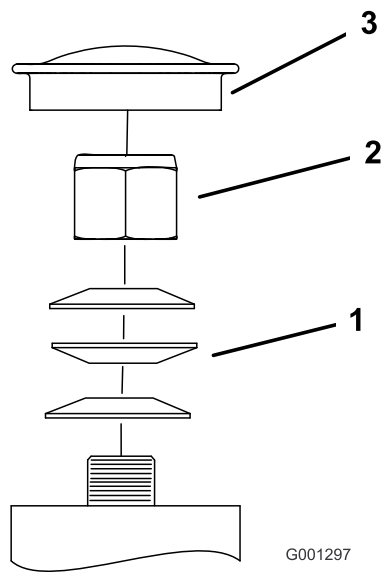

Figura 74
3. Retire el tapón guardapolvo de la rueda giratoria y apriete la contratuerca (Figura 74).
4. Apriete la contratuerca hasta que las arandelas de muelle estén planas, luego afloje $\frac{1}{4}$ de vuelta para establecer la pre-carga correcta de los cojinetes (Figura 74).
Importante: Asegúrese de que las arandelas de muelle están correctamente instaladas, según se muestra en Figura 74.
5. Coloque el tapón anti-polvo (Figura 74).